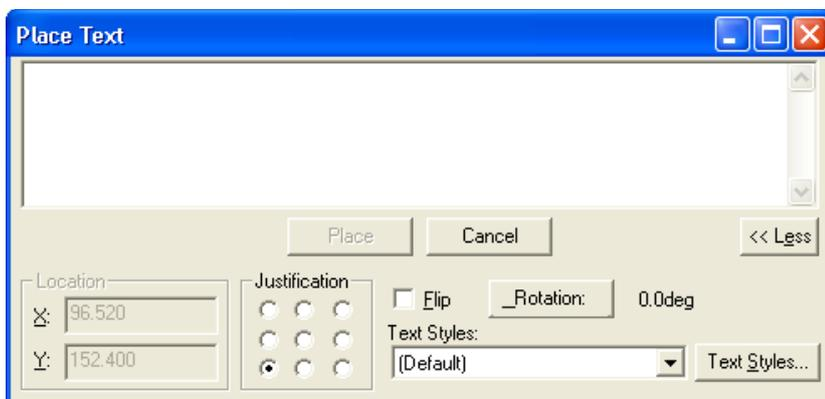

Рис.2.2. Вкладка Place Text.
- Для создания текста выберите команду **Place/Text**  , далее левой кнопкой мыши определите место на рабочем поле, где будет располагаться текст. Появится диалоговое окно **Place Text** (Рис.2.2) , в котором: